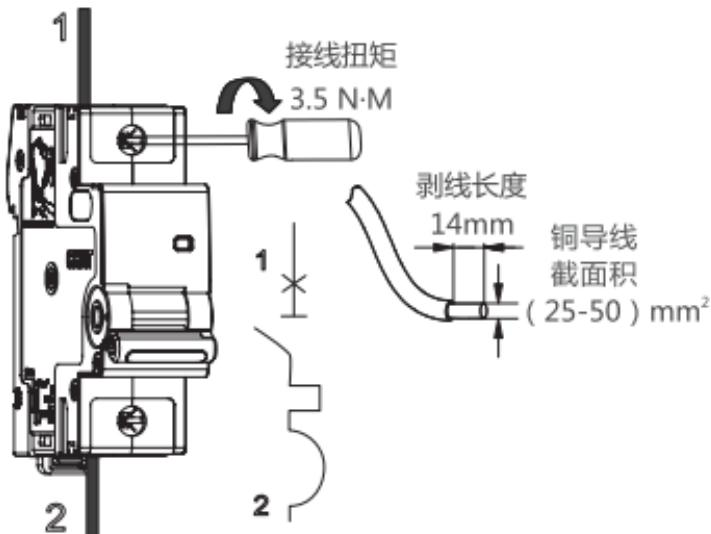

图5 NB8-125接线方式
5.4 适用于铜导线连接，导线选择见表1，接线方式及剥线长度示意如下图5。